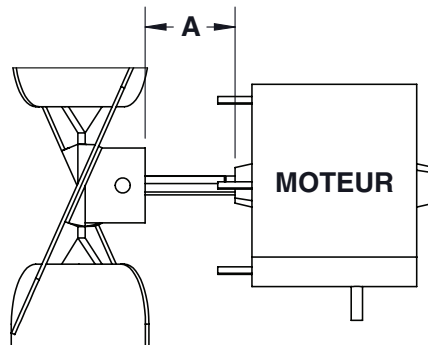

Figure 5. Espacement du ventilateur et du moteur (reportez-vous au Tableau 5)
6. Assurez-vous que la roue du ventilateur est positionnée correctement sur l'arbre (voir **Figure 5**) et que la vis de réglage est serrée conformément au couple indiqué dans le **Tableau 5**.
*Voir Figure 5.